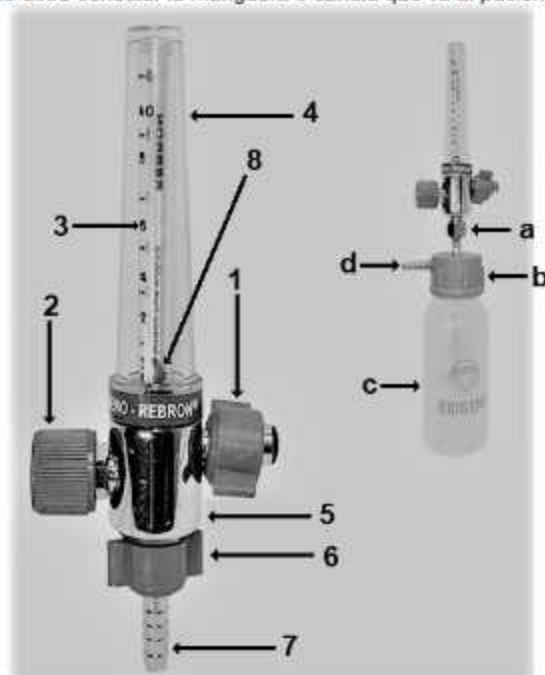

Figura 1: regulador de flujo (primer plano), regulador de flujo con frasco humidificado (segundo plano esquina superior derecha).
Cuando se realiza oxigenoterapia² a un paciente de forma continua o con una alta frecuencia diaria, puede ser necesario humectar el flujo de gases para no resecar las vías aéreas. Para esto puede utilizarse el frasco humidificador que se muestra en la esquina superior derecha de la Figura 1. Para ello se debe desenroscar completamente y retirar la tuerca mariposa (6) y enroscar en su lugar la tuerca (a) del frasco humidificador. La manguera o cánula que va al paciente se conecta entonces en el tomagoma (d). El frasco humidificador REBRON es un producto que debe ser adquirido por separado, no viene como accesorio del regulador de flujo.